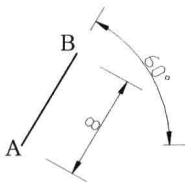

图 6-1-1
(1) 在“常用”选项卡“绘图”面板中单击“直线”按钮，在视图中单击，输入直线第二点的相对极坐标值“@8<60”，按两次 Enter 键，绘制一条直线 AB，如图 6-1-1 所示。
(2) 单击“直线”按钮，捕捉并单击 A 点，输入坐标值“@4<120”，按两次 Enter 键，